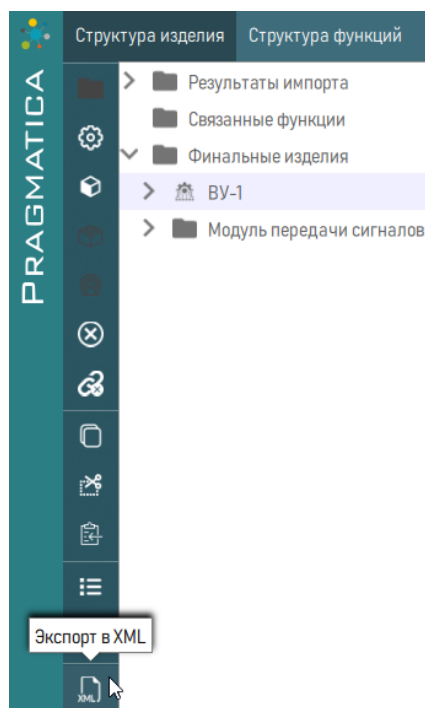

Рисунок 163 – Выбрать объекты или папки для сохранения в файл XML
1) В рабочем окне «Редактор структуры изделия» выбрать необходимые компоненты или папки, в которых они размещены (рисунок 163).